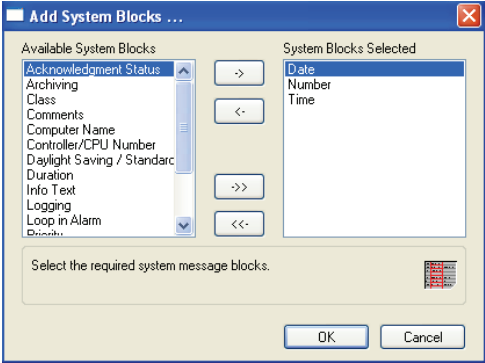

图 8-7 系统消息块列表
3) 在可用的系统块列表中选择需要的消息块，如图 8-7 所示。单击  将这些消息块添加到已选的系统块列表中，单击 ，将添加所有可选的系统块，单击“OK”按钮以确认选择。从已选的系统块列表中选择要删除的消息块。单击  将这些消息块移动至可用系统块列表。如要删除已定的所有系统块，单击 。单击“OK”按钮以确认选择。